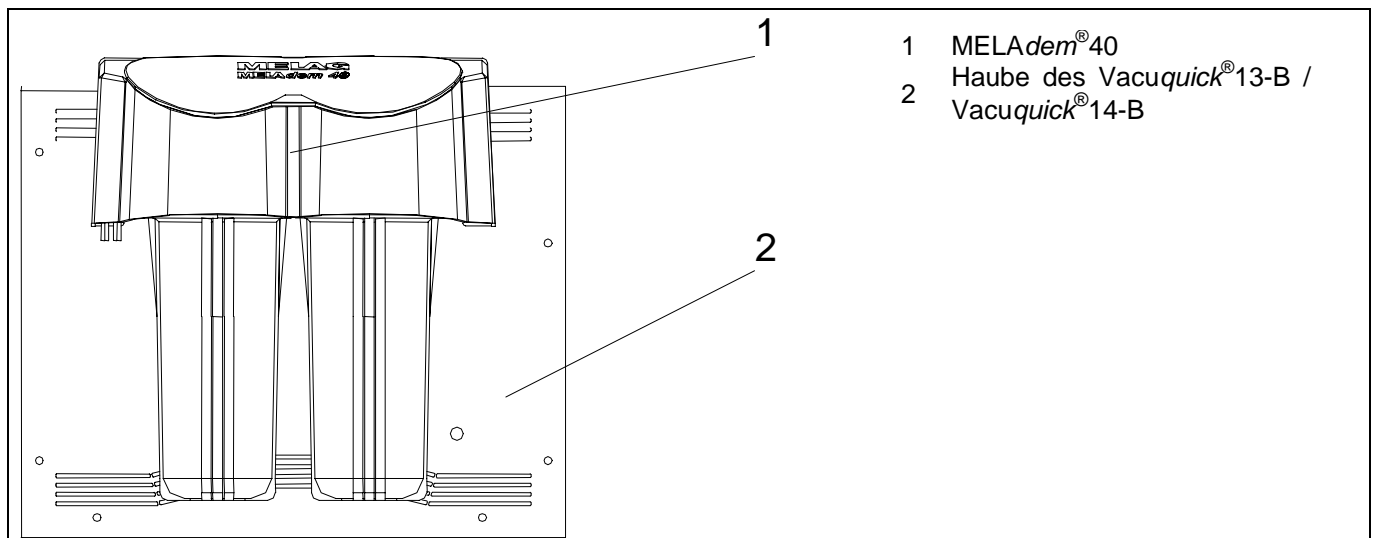

Abbildung 9: Korrekte Position der MELAdem® 40 am Vacuquick®13-B / Vacuquick®14-B
7. MELAdem®40 senkrecht von oben einhängen und nach unten schieben, bis das Gehäuse der MELAdem®40 in die Aufnahmen einrastet. Die Endposition ist in Abbildung 9 zu sehen.